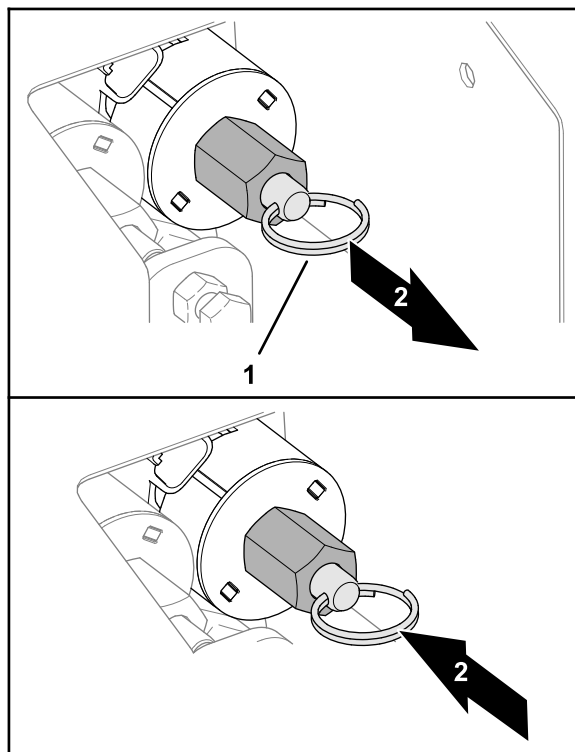

图 36
- 要降低料斗(图 36)请向上拉阀杆上的环。
- 要升起料斗图 36 请用力推阀杆上的开口环。